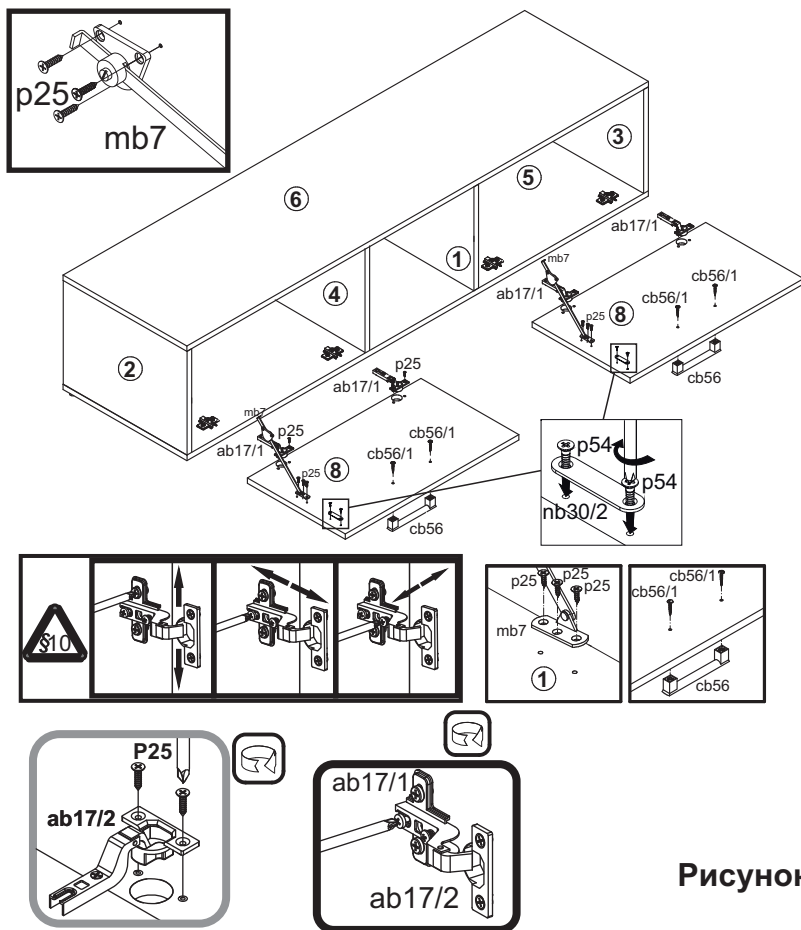

Рисунок 6
- Положить двери **8** фасадными поверхностями вниз на ровную поверхность и закрепить на них петли шарнирные **ab17/1** шурупами **p25** (см. рис. 6).
- На внутренней поверхности дверей **8** в отверстия $\varnothing 3$ мм (кернения) закрепить магнитную пластину **nb30/2** при помощи шурупов **p54** (см. рис. 6).
- Навесить двери **8** на корпус тумбы, совместив петли шарнирные **ab17/1** с ответными планками петель **ab17/2**, а затем закрепить кронштейны бара **m3** шурупами **p25** (см.рис. 6).
- На внутренней поверхности дверей **8** в отверстия $\varnothing 5$ мм вставить шурупы **cb56/1**. Снаружи совместить отверстия ручки **cb56** с резьбой шурупов и завернуть шурупы **cb56/1**, удерживая ручку (см. рис. 6).
- При необходимости отрегулировать положение дверей вращая регулировочные винты, (см. рис. 6).
10. В отверстия **Ø3x2 мм** (кернения) шурупами **p9** на щите нижнем **6** закрепить опоры полимерные **k55** (см. рис. 6).